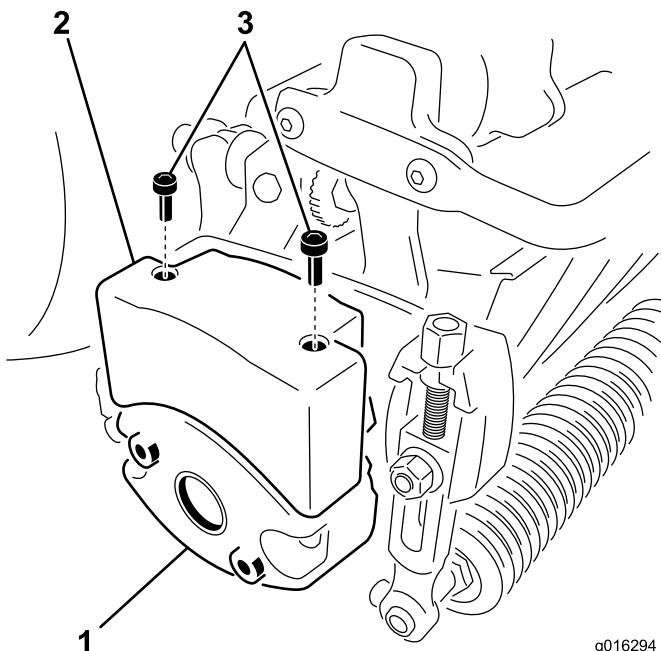

図 11
切断カップラ部を解除する：カッティングユニット給電切断カップラ（ページ23本）を使用する（図 11）。
- ウェイトをカッティングユニットの側面に固定しているボルト（2本）を外す（図 11）。
- カッティングユニットのウェイトに上部ウェイトを取り付ける；六角ソケットヘッドねじ（ページ23本）を使用する（図 11）。